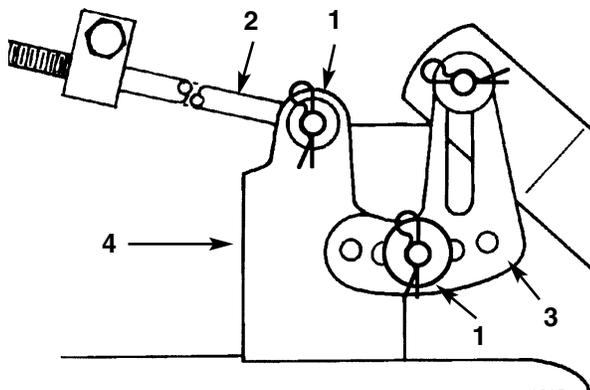

Fig. 41
10. Togliere la coppiglia a forcella e la rondella dall'estremità dell'asta lunga (Fig. 41). Estrarre l'asta dall'attacco del tosaerba. Ripetere dal lato opposto del tosaerba.
11. Togliere la coppiglia a forcella e la rondella dalla staffa di livellamento del tosaerba (Fig. 41). Estrarre la staffa dal perno di montaggio. Montare la rondella e la coppiglia a forcella per non smarrirle.